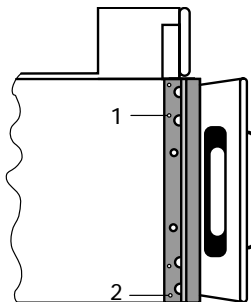

fig. 9
- Demonteer de beschermlijst door bevestigingsschroeven 1 en 2 te verwijderen (zie fig. 9). Lijst wegnemen en schroeven weer vast draaien.